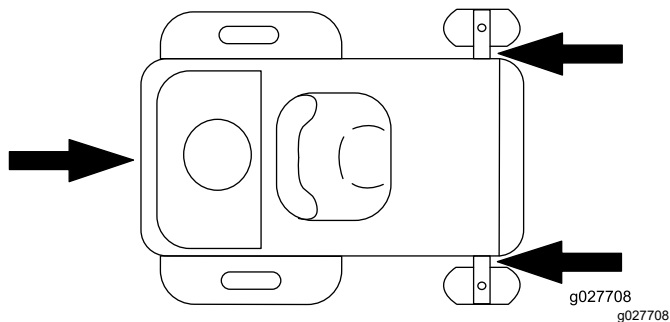

Figure 28
- Arrimez solidement la machine sur la remorque ou le camion à l'aide de sangles, chaînes, câbles ou cordes. Utilisez uniquement les quatre points d'attache désignés de la tondeuse : deux à gauche et deux à droite (Figure 28). Utilisez ces points même pour transporter la tondeuse équipée d'un accessoire. L'utilisation de points non désignés risque d'endommager la tondeuse et/ou l'accessoire.